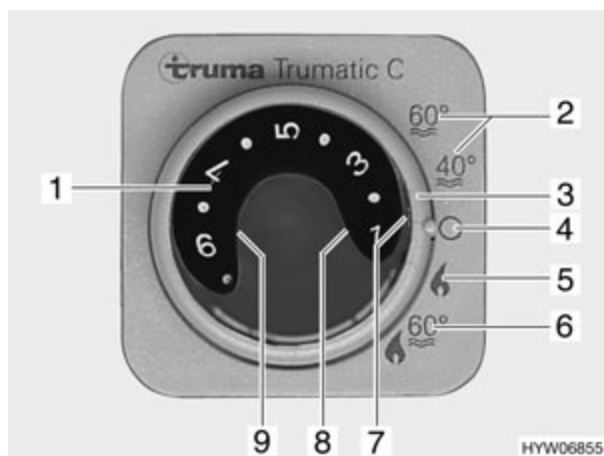
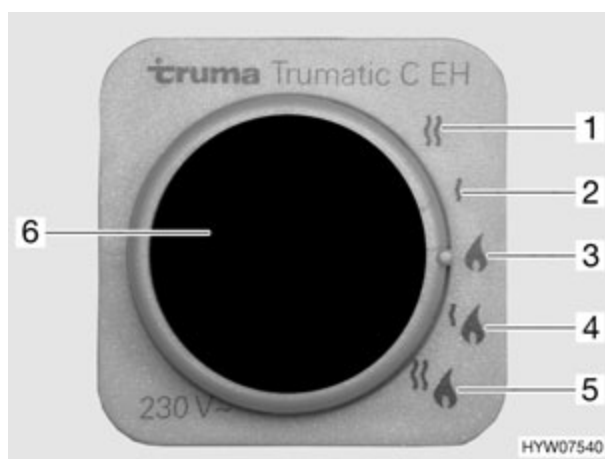

Fig. 124 Unidad de mando para la calefacción/caldera
Fig. 125 Selector de energía para la calefacción/caldera
■ Ajustar el modo de funcionamiento con el interruptor giratorio (Fig. 124,3):
- Modo de verano "40 °C" o "60 °C" (Fig. 124,2)
- Modo de invierno "calefacción sin caldera" (Fig. 124,5)
- Modo de invierno "calefacción y caldera" (Fig. 124,6)
- Off (Fig. 124,4)
Según la temperatura ambiente deseada, la calefacción de aire caliente selecciona automáticamente la potencia de quemador necesaria. Cuando se alcanza la temperatura ambiente deseada se desconecta el quemador. El sensor de temperatura situado junto al panel de control mide la temperatura del ambiente. En el modo de funcionamiento "calefacción y caldera" (Fig. 124,6), se calienta también el agua de la caldera. En el modo "calefacción sin caldera" (Fig. 124,5), la calefacción de aire caliente puede funcionar con la caldera vacía.
- Situar el botón giratorio de temperatura (Fig. 124,1) de la unidad de mando a la temperatura ambiente deseada.
- Situar el interruptor giratorio (Fig. 124,3) en el modo invierno "calefacción sin caldera" o en modo invierno "calefacción y caldera".
La luz de control verde (Fig. 124,7) se enciende.
- Poner el interruptor giratorio (Fig. 124,3) en "O" (Fig. 124,4).
- ▷ Si la calefacción de aire caliente está situada en la unidad de mando (Fig. 124) en modo de verano (Fig. 124,2) y el selector de energía en funcionamiento mixto (Fig. 125,4 o 5), la calefacción de aire caliente opera solo en funcionamiento a 230 V. El quemador de gas no se activa.
- Funcionamiento a gas (Fig. 125,3)
- Funcionamiento eléctrico a 230 V con los niveles de potencia de 900 W (Fig. 125,2) o 1800 W (Fig. 125,1)
- Funcionamiento eléctrico a 230 V y a gas (funcionamiento mixto) con los niveles de potencia de 900 W (Fig. 125,4) o 1800 W (Fig. 125,5)
La combinación de los funcionamientos a gas y con electricidad a 230 V acorta el tiempo de calentamiento (esto solo es posible si en la unidad de mando (Fig. 124) la calefacción de aire caliente se encuentra ajustada en modo de invierno).
Si se ha seleccionado el funcionamiento eléctrico a 230 V, se enciende la luz de control amarilla (Fig. 125,6).